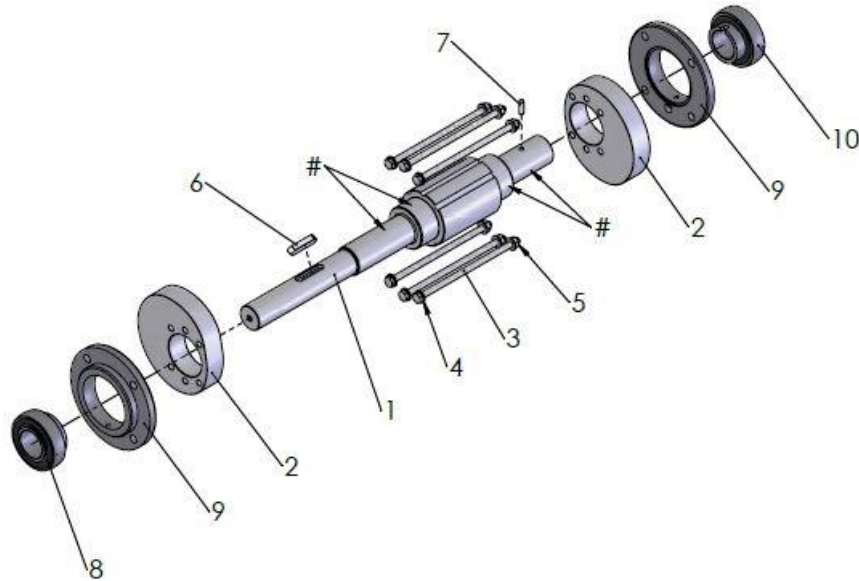
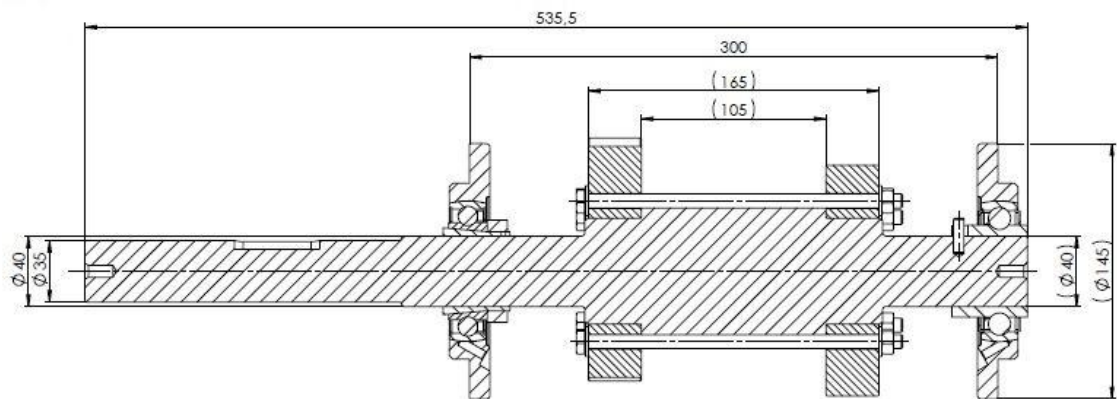

图 8-5: 传动系分解图
图 8-6: 预装尺寸
6. 按制造商规定拧紧固定轴承 (8) (图 8-5: 传动系分解图) (12.6 “涨紧轮轴承的固定操作说明 (制造商说明)”), 安装条件如图 8-6: 预装尺寸, 用锁紧齿环固定。
- 作业步骤中的部件编号以图 8-5: 传动系分解图为准。